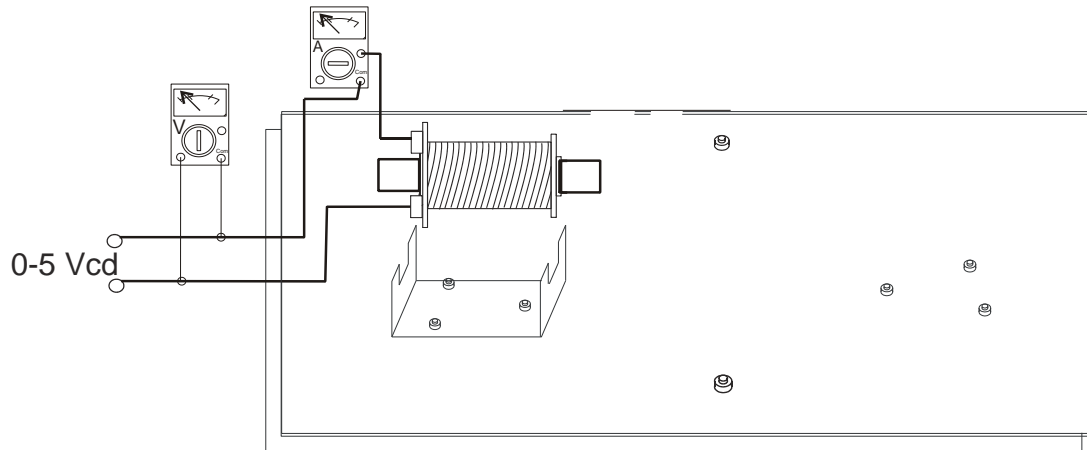

Figura 3. Circuito Magnético.
Paso 3. Forme el circuito de la Figura 3. Y aplique 0.5 volts al electroimán.